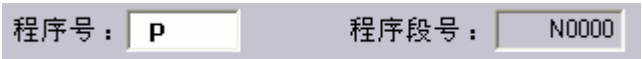

图 2.2 选择程序号
- 2) 在程序号处 P 后键入需选用的程序号，如图 2.2。